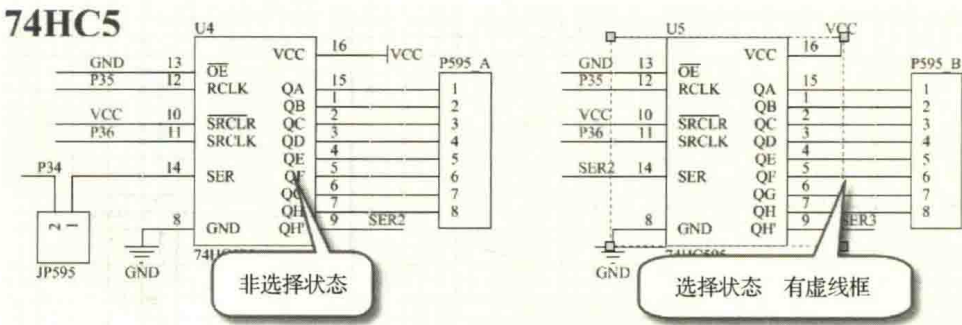

图 1-27 选择和未选择
- (1) Single \ Negation: 单一“\”符号代表负信号，从而使整个网络名的上方出现上画线，如“N\ET\”表示的信号为“NET”
- (2) Click Clears Selection: 单击空白处退出选择状态，有利于在多选环境下退出选择。
- (3) Color Option: 选择状态的颜色显示，选中元件或文字等时，会显示一个设定颜色的虚线框，以区别选择和非选择状态，如图 1-27 所示。